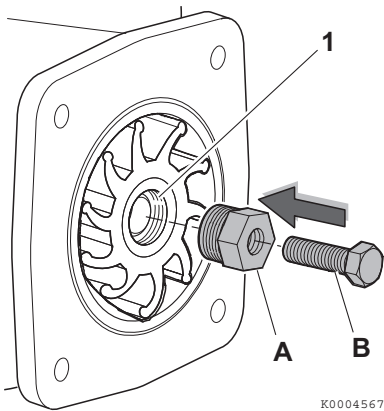
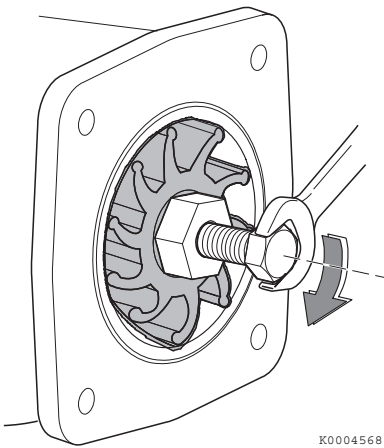

Figure 17
Figure 18
Remarque : Lors du remplacement d'une turbine usagée par une neuve, la turbine doit avoir un filetage de M18 x 1,5 (Figure 17, (1)). Tournez le côté fileté M18 de la turbine sur le côté du capot et installez (Figure 18).